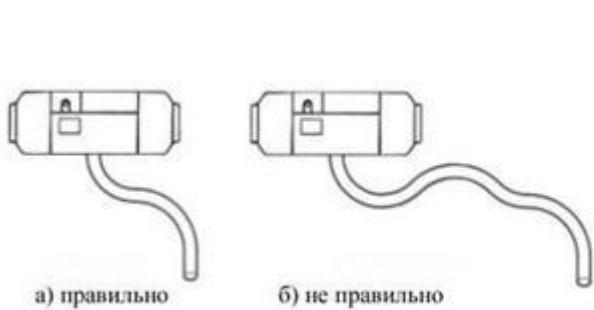

Рис.22
4.6.3 Обе воздухозаборная и выхлопная трубы должны идти в сторону и вниз от печки(Рис.22),в противном случае в нижней части трубы должно быть сделано отверстие Ø5мм для слива конденсируемой воды.